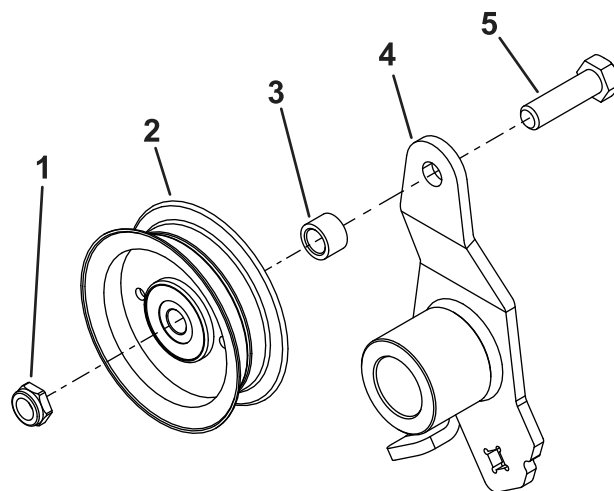

Figure 4
1. Fixez la poulie de tension sur le bras de tension à l'aide d'un boulon ($\frac{1}{2}$ " x $1\frac{3}{4}$ "), d'une rondelle et d'un contre-écrou ($\frac{1}{2}$ ") ; voir Figure 4.